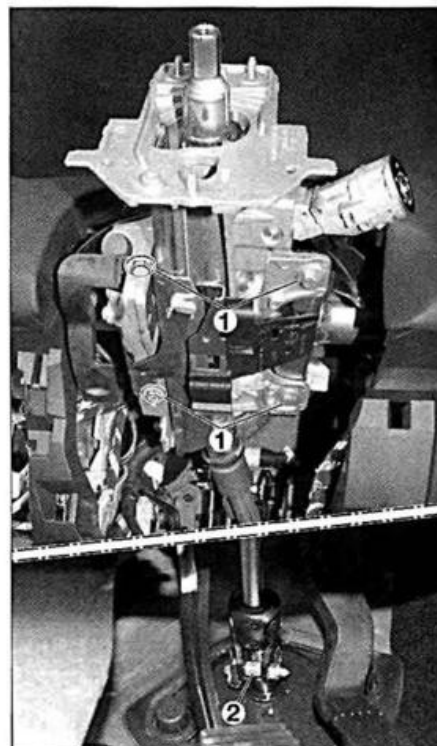

FIG. 37
- Desmontar la funda tubular de columna de dirección retenida en su parte superior por los 4 tornillos (1) y a la altura de piñón de ataque en la cremallera por el perno de cardan (2) (fig. 37).